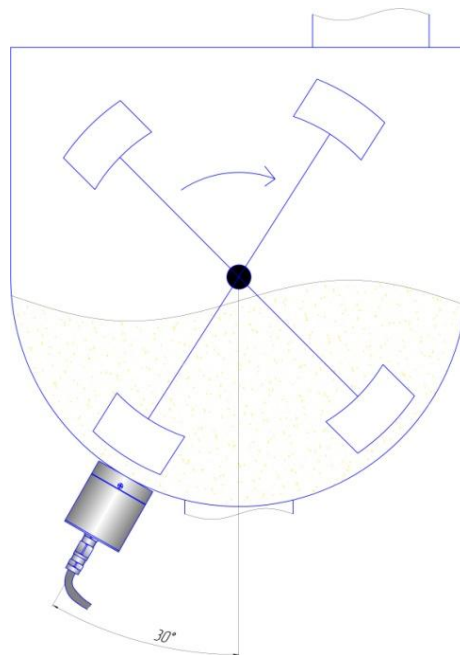

Рисунок.5.
11.3. В одновальных горизонтальных бетоносмесителях лучше всего располагать датчик под углом  $30^\circ$  над основанием, чтобы предотвратить покрытие измерительной поверхности датчика водой, застаивающейся в основании бетоносмесителя (см. рис.5). Датчик необходимо установить приблизительно в середине длины бетоносмесителя, причем, по ходу движения в направлении вверх. Если это невозможно, например, когда эту зону перекрывают дверцы, через которые производится разгрузка бетоносмесителя, то в этом случае датчик может быть установлен с противоположной стороны по движению лопастей вниз. Аналогичные рекомендации и для двухвального бетоносмесителя.